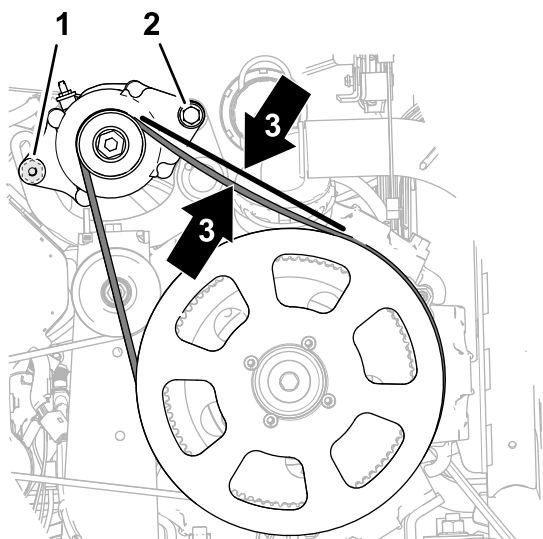

Bild 184
4. Drehen Sie die Lichtmaschine (Bild 184) nach oben, um die Riemen Spannung zu erhöhen, bis Sie in der Mitte zwischen der Riemenscheibe der Lichtmaschine und der Antriebscheibe eine Riemendurchbiegung von 9,5 mm messen, wenn Sie eine Kraft von 4,5 kg aufbringen.